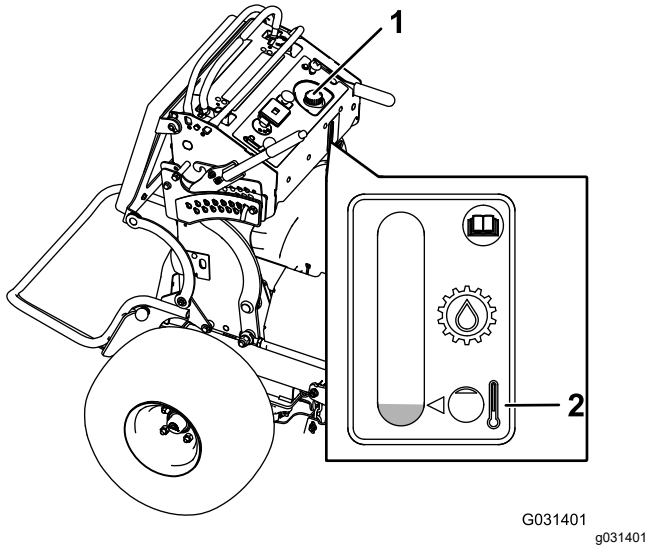

Bild 84
- Reinigen Sie den Bereich um den Deckel und den Einfüllstutzen des Hydraulikölbehälters (Bild 84).
- Drehen Sie den Deckel vom Einfüllstutzen ab (Bild 84).